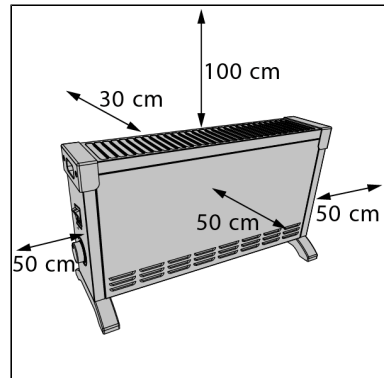

Abbildung 12.
5. Platzieren Sie das Gerät mit einem Mindestabstand (Abbildung 12):